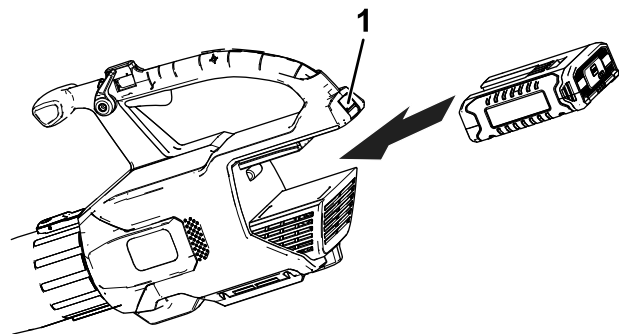

Figuur 2
1. Schuif de blaaspijp op het huis van de blazer. Mogelijk moet u de nok indrukken zodat de blaaspijp inklikt (Figuur 2).